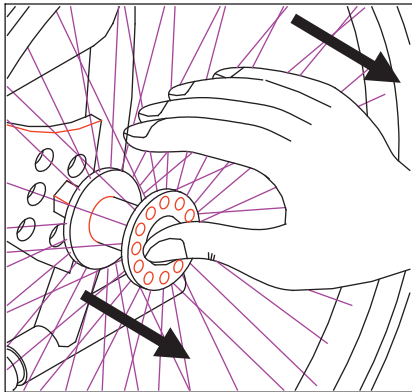

fig. 2
- sfilare la ruota intera (fig. 2).